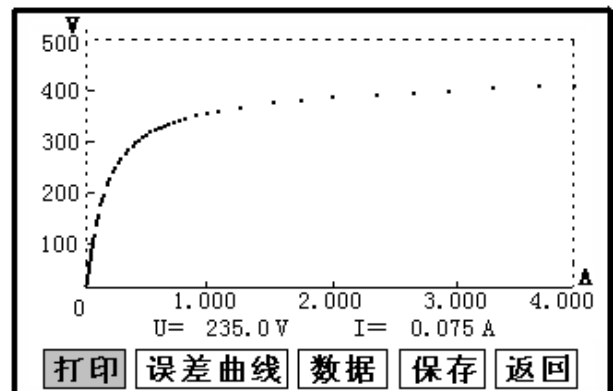

图 7
接线图见（图 6），测试仪的 K1、K2 为电压输出端，试验时将 K1、K2 分别接互感器的 S1、S2（互感器的所有端子的连线都应甩开）。合上功率开关，设置完毕按“开始”键后，再按下“确定”键，即可进入试验界面。试验开始后仪器将自动升压、升流并在界面上实时显示电压、电流值。当实际电压、电流值达到设置输出电压或输出电流值时试验结束，调压器回零后，切断电压输出，显示拐点电压、电流值，并绘出伏安特性曲线图。（见图 7）
试验结束后，屏幕显示出伏安特性测试曲线（见图 7）。该界面上各操作功能如下：
- **误差曲线**：在图 7 的界面中，将光标移至“误差曲线”选定后，屏上
如果用户想查看或转存其中的某一个记录，可以将光标移动到该组记录，点击后液晶屏上会显示此记录的伏安特性曲线，如图 7 所示，在此界面下，用户可以打印，计算误差曲线，查询拐点、数据等功能。